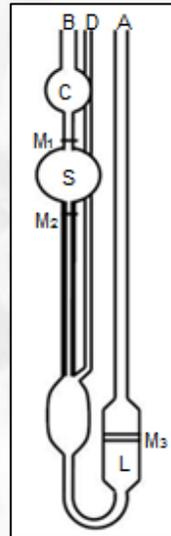

Figura 10. Esquema de marcas y partes del viscosímetro para la práctica. (Fuente: Manual de prácticas Edibon)
- 4.6. Cargue el viscosímetro capilar con agua a través del tubo A hasta que llegue a la marca M_3 (Ver figura 10)